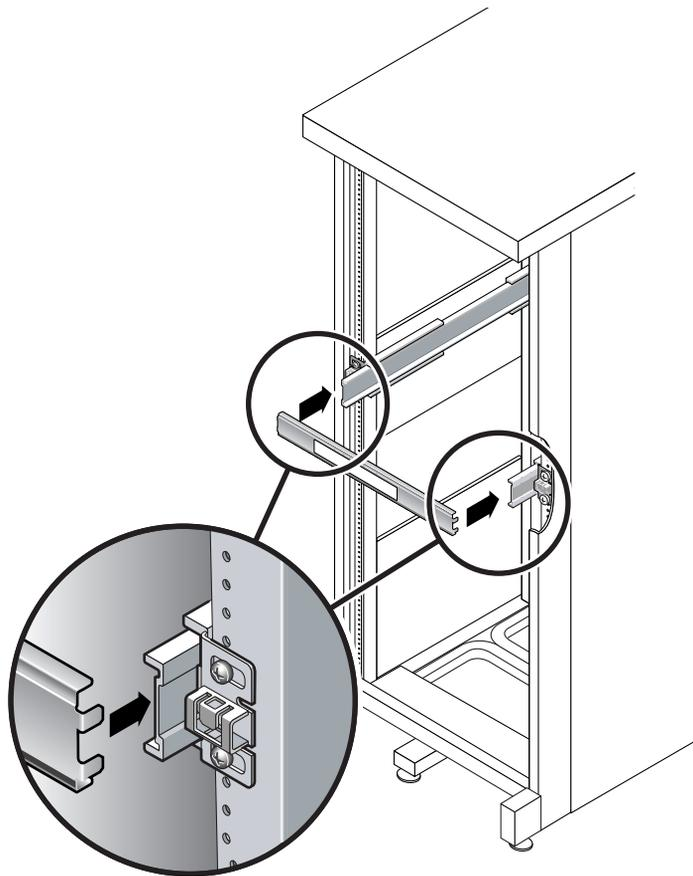

FIGURE 2-16 Utilisation de l'outil d'espacement pour régler la distance entre les rails coulissants
- a. À l'avant du rack, insérez le côté gauche de l'outil dans les fentes à l'extrémité du rail gauche (FIGURE 2-16).